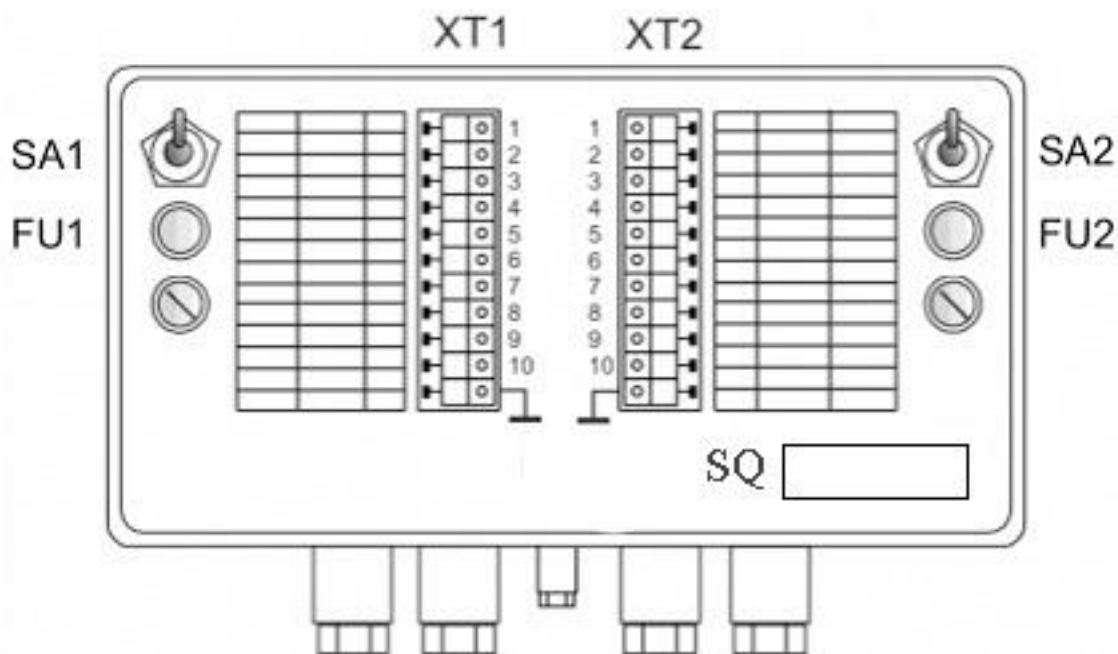

Рис. 1
3.2 Конструкция **КСУ** включает съемное шасси, которое крепится к корпусу двумя невыпадающими винтами (Рис.1). На шасси установлены тумблеры SA1 и SA2, предохранители FU1 и FU2 и геркон SQ вскрытия блока. В шасси имеются окна для доступа к зажимам. На обратной стороне шасси установлена печатная плата с зажимами для кроссовых соединений, а также элементы грозозащиты.